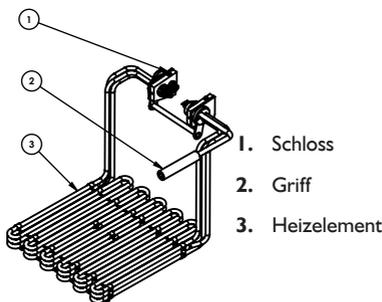

Bild 9. Heizelement
- Zur Säuberung der Heizelemente sollte man sie bis auf die Ebene anheben (Bild 9, Pos. 3) in der die Blockade/Stopp aktiviert wird (Bild 9, Pos. 1), und dann die Heizelemente vorsichtig mit einem nassen Tuch reinigen und abtrocknen